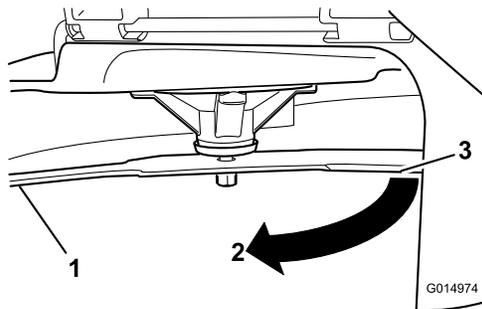

Bild 57
3. Zweiter zwischen Messer und Oberfläche (B) gemessener Abstand
4. Drehen Sie dasselbe Messer um 180 Grad, sodass die andere Schnittkante jetzt in derselben Stellung ist (Bild 57).